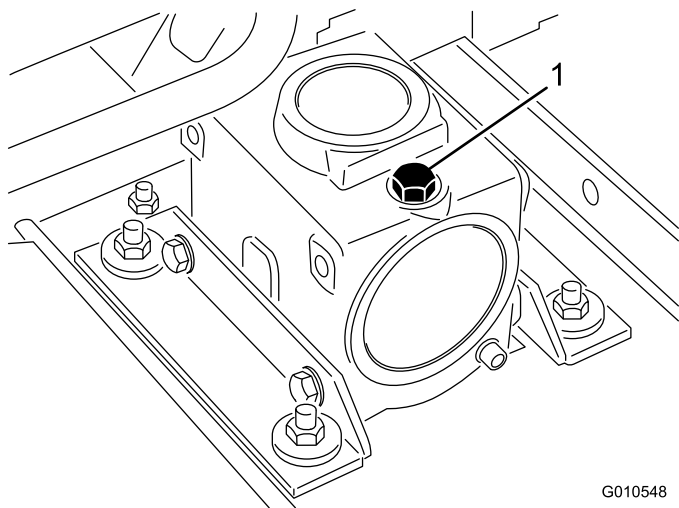

図 23
2. マシンとカッティングユニットを平らな場所に駐車させ、カッティングユニットを降下させる。ギアボックスの上部についているディップスティック兼給油プラグ (図 23) を取り、オイルの量が、ディップスティックについている2本のマークの間にあることを確認する。油量が少なければ、SAE 80-90 wt. ギア用潤滑油を2本のマークの中間まで補給する。ギアボックスの容量は 283 ml です